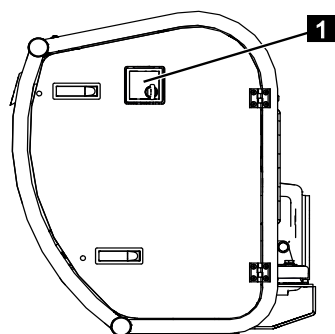

Fig. 37
**1** La commande du moteur est pilotée directement sur le moteur à combustion (Fig.37/1)